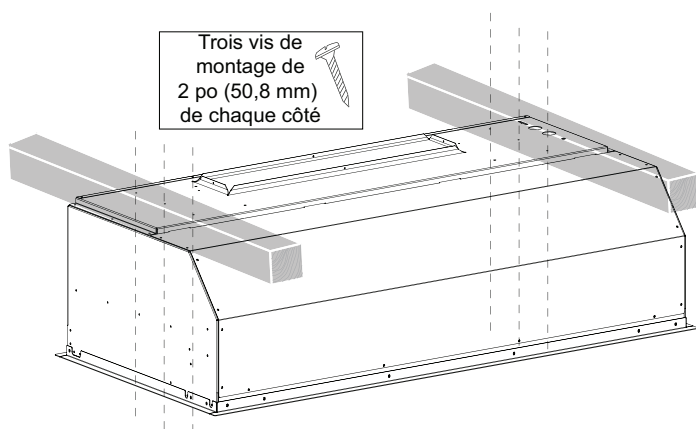

Figure 27 : Vis latérales des modèles VCIN
- c) Fixez les côtés du boîtier à l'aide de six vis de montage 2 po (50,8 mm), comme illustré sur la *Figure 27*.